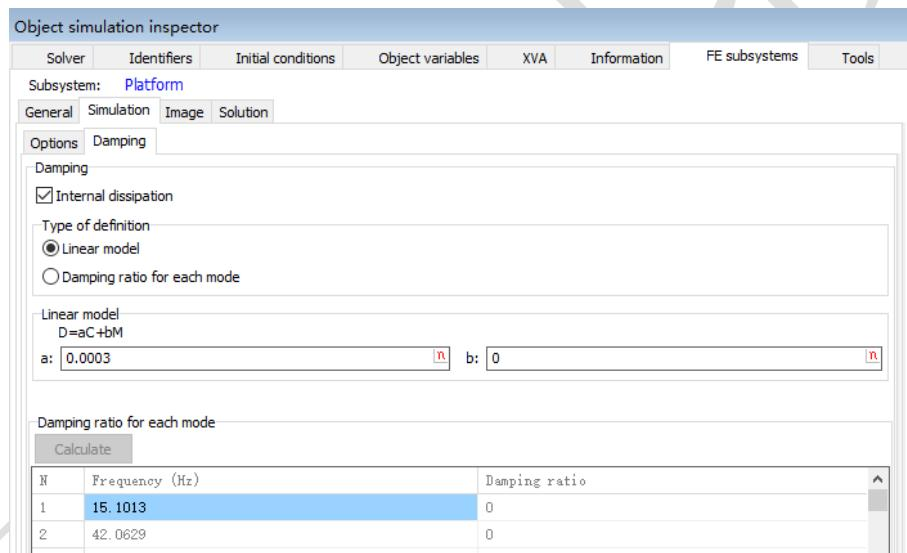

图 2.7
6. 在**FEM subsystems | Simulation | Damping**页面，设置结构阻尼，如图2.7所示。